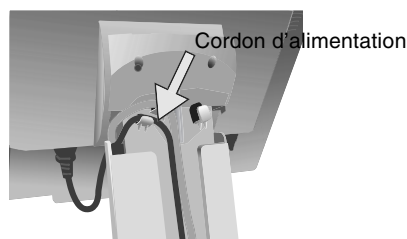

Figure C.4
7. Placez le D-sub dans les crochets spécifiques indiqués sur la **Figure C.4**.
8. Assurez-vous que tous les câbles sont bien fixés contre le support (**Figure C.4**).